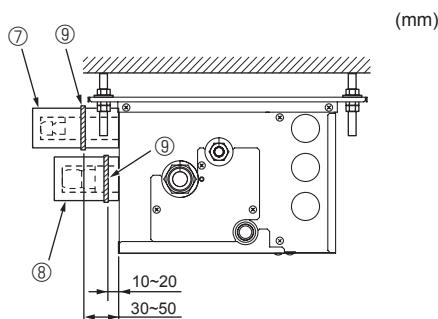

Fig. 7-5
► Brug følgende fremgangsmåder til de dele af forgreningsdåsen, som ikke er forbundet til en indendørsenhed. (Fig. 7-5)
- (1) Kontrollér, at de koniske møtrikker er strammet i overensstemmelse med de i Tabel 3 angivne tilspændingsmomenter, så kølemiddellækager forhindres.